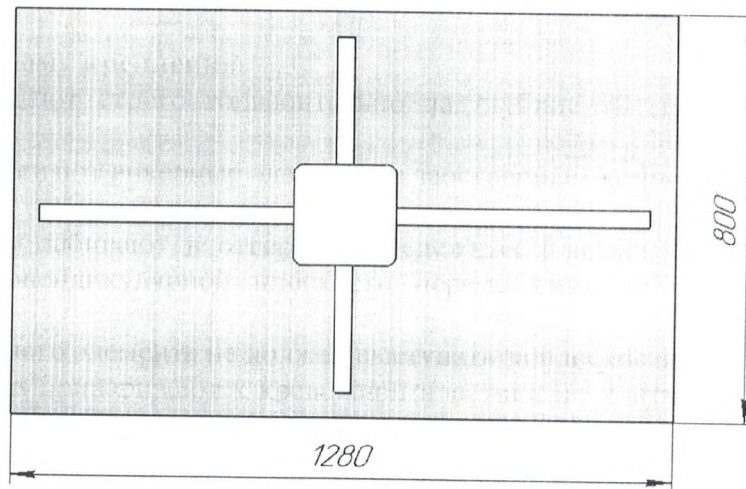

Рис.5 Схема фундамента
- разметить площадку (рис.5) и подготовить яму 1280x800x500;